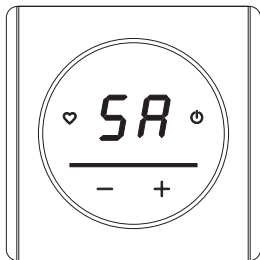

Рис. 10
6. Активировать на терморегуляторе режим EZ Config путем одновременного нажатия и удержания кнопок  и «+» на терморегуляторе в течении 3 секунд. На экране дисплея появятся символы «SA», подтверждающие включении этого режима и начнет мигать красным кнопка «» с интервалом 0.5 секунд (рис. 10).